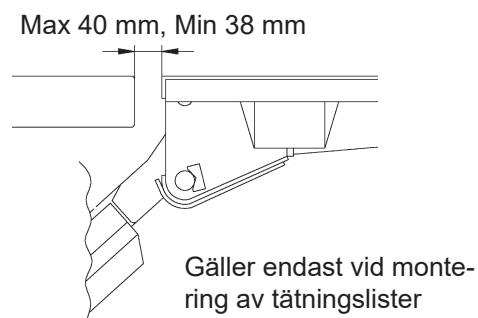

Bild 36. Kontrollera läget i förhållande till bilens bakbalk
5. Provkör lyften försiktigt upp till flaknivå och tilta till vertikalläge. Kontrollera läget i förhållande till bilens bakbalk och sidostolpar. Se Bild 36.